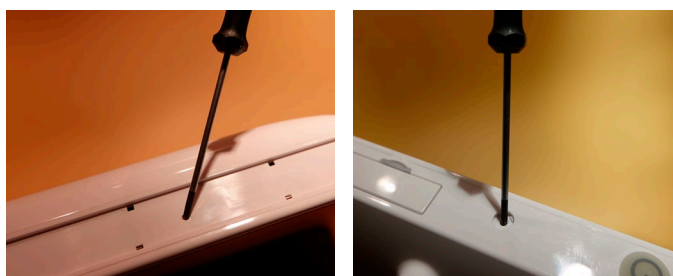

Bild 6 Ta bort skruvarna
k) Ta bort skruvarna från alla fyra kanter på skärmenheten (bild 6)